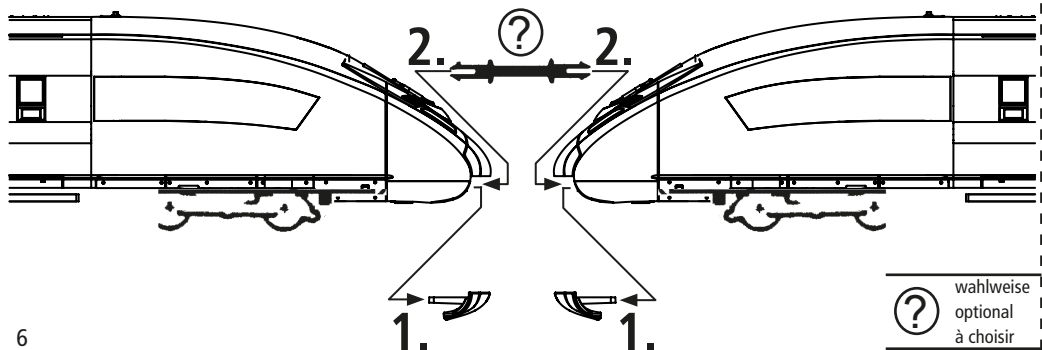

Fig. 3
**Installation of a PluX16 decoder in the middle wagon with motor:** Remove the housing in order to install a digital decoder (Fig. 3). Remove the bridging plug **Z**. Insert the 16-pin decoder plug into the interface whilst paying attention to the coding pin (Fig. 5). The coding pin is marked with a \* on the circuit board. Re-seal the vehicle.
**Installation of function decoders in the traction cars without motor:** Remove the housing in order to install a digital function decoder (Fig. 3). Remove the bridging plug **Y**. Solder the 6-pin plug (spare part number 00666846) to the strands of the function decoder (Fig. 7a) and insert into the interface. In doing so, pay attention to the position of the marking „1“ or the coloured dot (Fig. 7b). Re-seal the vehicle. The multiple unit can now be operated under the address „3“.
**2. Lubrication:** Only apply **small oil droplets** onto the positions as marked in the lubrication plan in Fig. 8. In order to do so, first remove the locomotive housing (Fig. 3). We recommend **ROCO oiler Art. No. 10906**. In order to lubricate the transmission parts (gear wheel, screw), we recommend using **ROCO special grease 10905**. If lubricated, **do not oil** these parts.
**4. Replacement motor with flywheel:** Remove the housing in order to install the replacement motor (Fig. 3). The motor is then removed and replaced. Attention: We recommend only arranging for the motor to be replaced by your specialist dealer or a ROCO Service Partner.
**Montage d'un décodeur PluX16 dans les wagons centraux à moteur:** pour monter un décodeur numérique, retirer le boîtier (fig. 3). Enlever le shunter Z. Introduire dans l'interface le connecteur à 16 pôles du décodeur par rapport aux broches de codage (fig. 5). La broche de codage est marqué d'un \* sur la platine. Refermer le véhicule.
**Montage de decodeurs de fonctions dans les véhicules moteurs de la rame sans moteur:** pour monter un décodeur numérique de fonctions, retirer le boîtier (fig. 3). Enlever le shunter Y. Assembler par brasage la fiche à pôles (numéro de pièce détachée 00666846) sur les cordons du décodeur de fonctions (fig. 7A) et introduire dans l'interface. Faire attention à ce propos à la même situation de marquage « 1 » respectivement au point coloré (fig. 7b). Refermer le véhicule. Il est à présent possible de faire rouler le train automoteur à l'adresse « 3 ».
**2. Graissage:** n'appliquez que de petites gouttes d'huile aux endroits indiqués par le plan de graissage (fig. 8). Retirer d'abord la caisse de la locomotive pour ce faire (fig. 3). Nous recommandons le **lubrificateur réf. 10906 ROCO**. Nous recommandons la **graisse spéciale ROCO réf. 10905** pour lubrifier les pièces d'engrenages (roues dentées, vis sans fin). Ne pas huiler ces pièces dans le cas d'une lubrification.
4. Moteur de rechange avec masse mobile : pour monter le moteur de rechange, retirer la caisse (fig. 3). Ensuite, le moteur est démonté et changé. Attention : nous recommandons de ne faire effectuer le changement de moteur que par votre revendeur ou un partenaire service de ROCO !